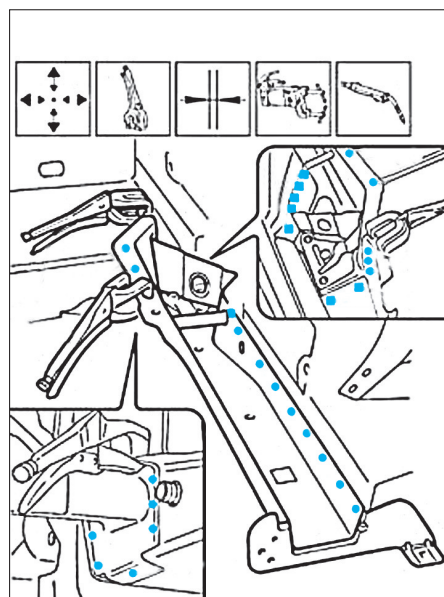

FIG. 39
• Ajuster le longeron, puis souder comme illustré (Fig.39).